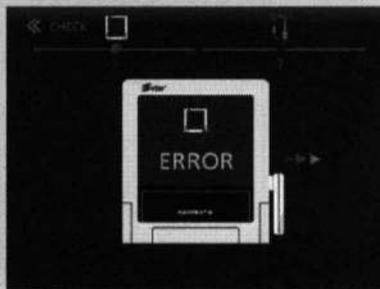

Рис. 31. Ошибка прибора
- или ERROR (ошибка) (рис. 31) для индикации ошибочного функционирования.